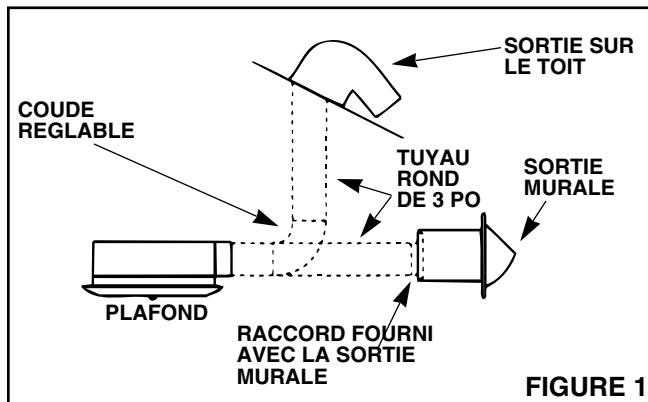
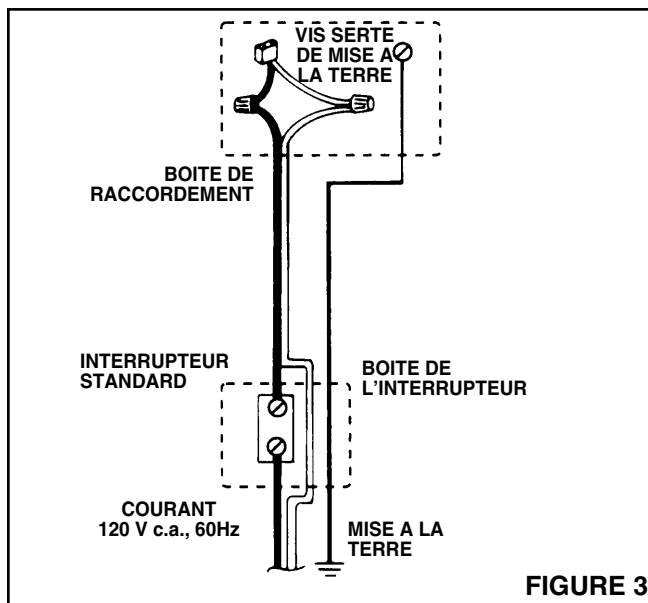

FIGURE 1
FIGURE 3
4. Voir la Figure 3. Installer du fil 120 V c.a., 60 Hz entre l'interrupteur mural et le boîtier du ventilateur. Retirer le couvercle de la boîte de raccordement du boîtier et raccorder les fils à l'aide de connecteurs – blanc avec et noir avec noir. Raccorder le fil de mise à la terre à la vis verte de la boîte de raccordement. Replacer le couvercle de la boîte.
2. Voir les Figures 1 et 2 pour l'installation du conduit et la Figure 3 pour la mise en place du fil électrique.